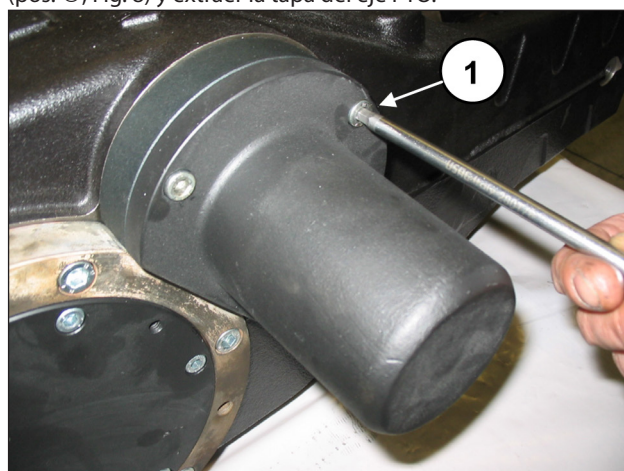

Fig. 8
Aflojar los tornillos de fijación de la tapa del extremo del eje (pos. ①, Fig. 8) y extraer la tapa del eje PTO.